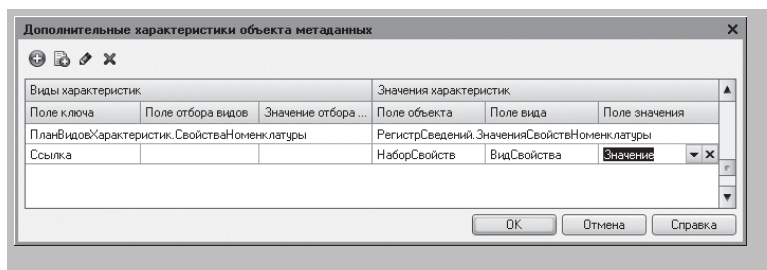

Рисунок 22.12 - Описание характеристик для справочника «ВариантыНоменклатуры»
1.12 Поэтому единственное, что нам останется указать самостоятельно, что значения свойств хранятся в ресурсе **Значение**. В результате описание характеристик для справочника **ВариантыНоменклатуры** будет выглядеть следующим образом (рисунок 22.12).